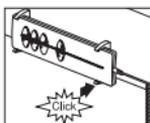

fig. 1
- Coloque los enganches por debajo del armazón (ver fig. 1).